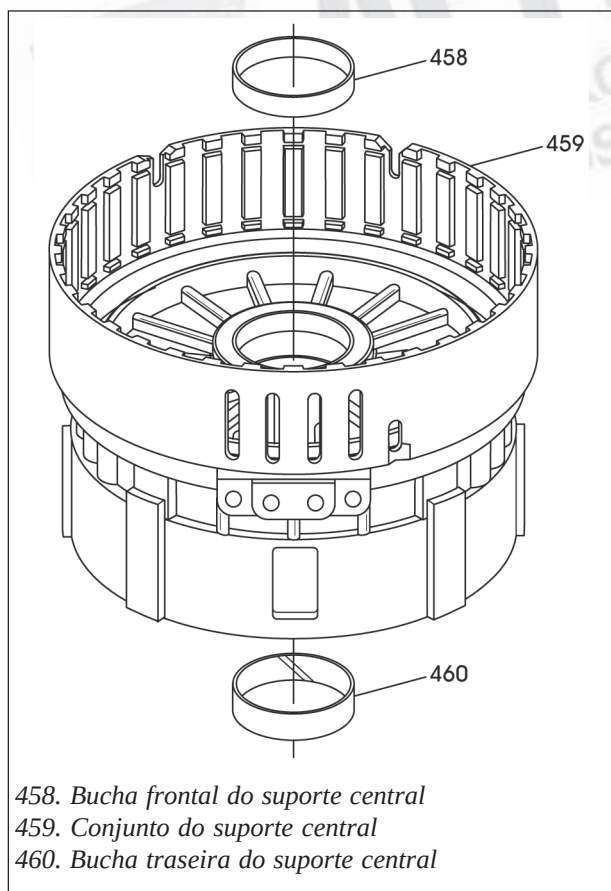

Figura 107
4. Substitua as buchas do suporte central caso seja necessário, conforme mostra a figura 107, utilizando as ferramentas adequadas.